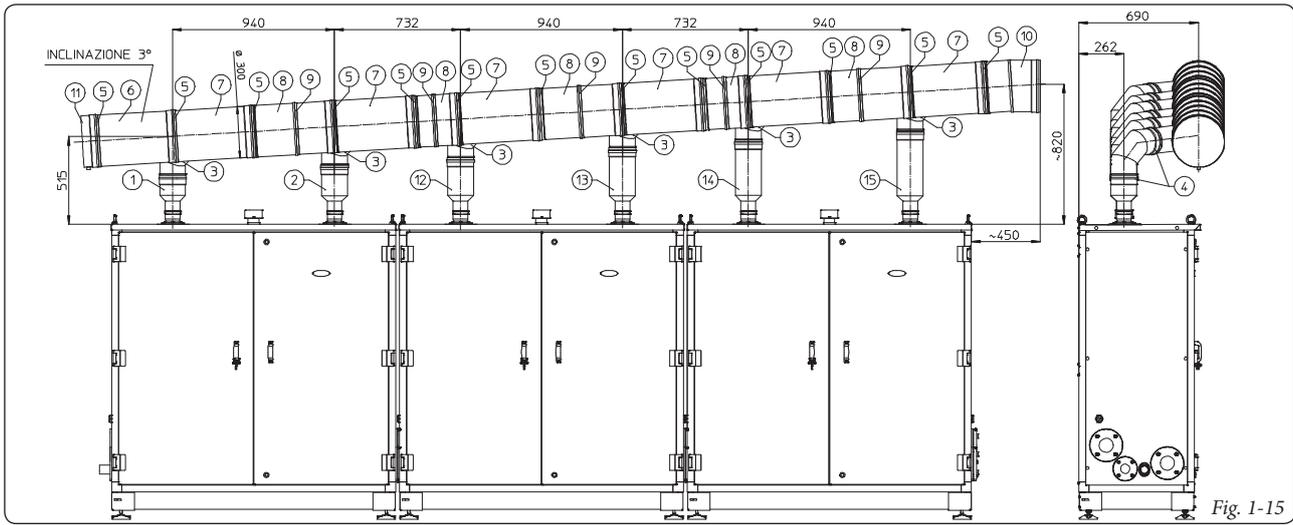

Fig. 1-15
- Ø 300 per 3 o 4 generatori (Fig. 1-15 e 1-16)